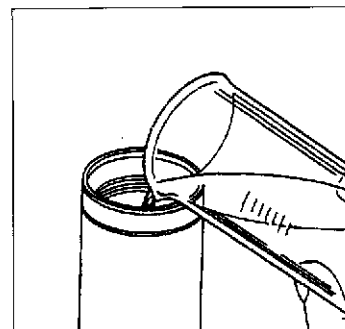

Fig. 6
- 11) In das Gabelrohr die Hälfte der für jeden Schaft vorgesehenen Menge einfüllen (Bild 6).